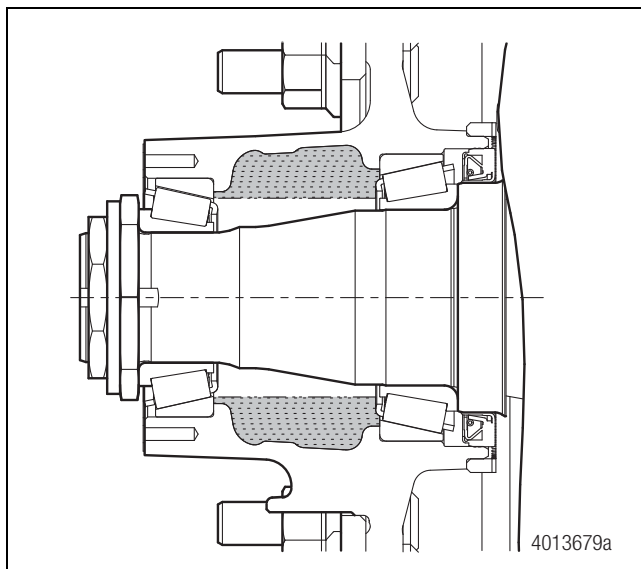

Figura 13.6
3. Llene el área de la maza entre los dos cojinetes con grasa hasta el diámetro más pequeño de las tapas de los cojinetes. Retire la grasa en exceso. Figura 13.6.